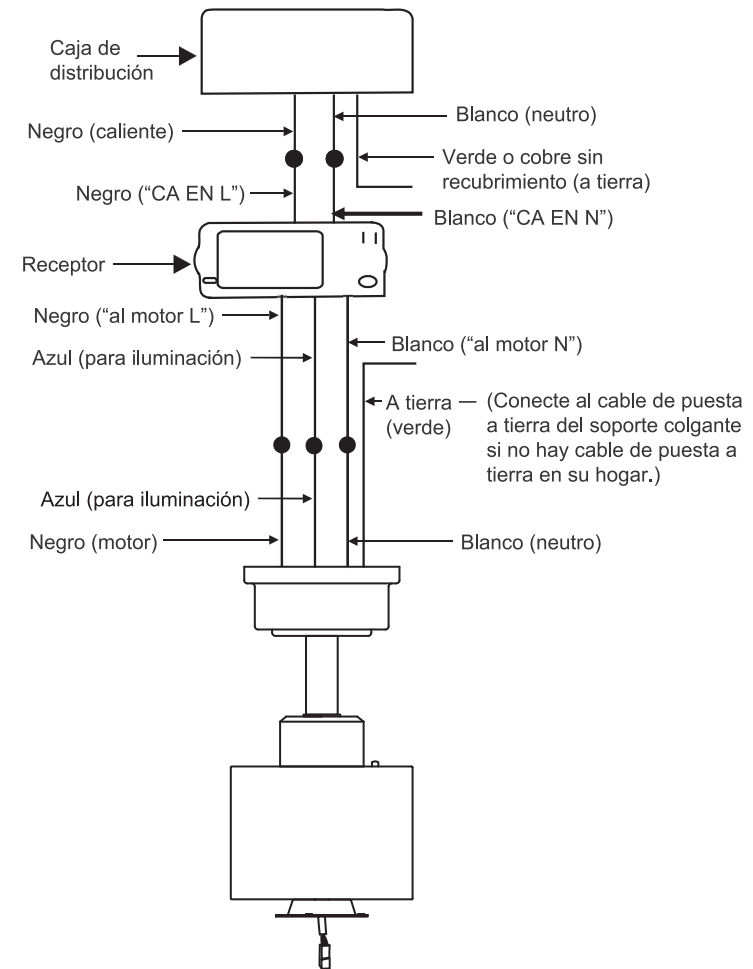

Fig. 14
### Paso 2. Conexiones eléctricas del motor al receptor: (Fig. 14)
**Paso 3. (Fig. 14)** Conexiones eléctricas del receptor a los cables de alimentación del hogar: Conecte el cable negro (caliente) del cielorraso al cable negro marcado como "AC in L" (CA en L) del receptor. Conecte el cable blanco (neutro) del cielorraso con el cable blanco marcado como "AC in N" (CA en N) del receptor. Asegure las conexiones de cables con las tuercas plásticas para cable proporcionadas.
**Paso 4. (Fig. 14).** Si su caja de distribución tiene un cable de puesta a tierra (verde o cobre sin recubrimiento), conéctelo a los cables de puesta a tierra del ventilador; en caso contrario, conecte el cable de puesta a tierra del soporte colgante al soporte de montaje. Asegure la conexión eléctrica con una tuerca de plástica para cable proporcionada. Después de haber conectado los cables, sepárelos de manera que el cable verde y el cable blanco queden de un costado de la caja de distribución y el cable azul y el cable negro queden del otro costado. Empuje con cuidado las conexiones de cables hacia arriba dentro de la caja de distribución.